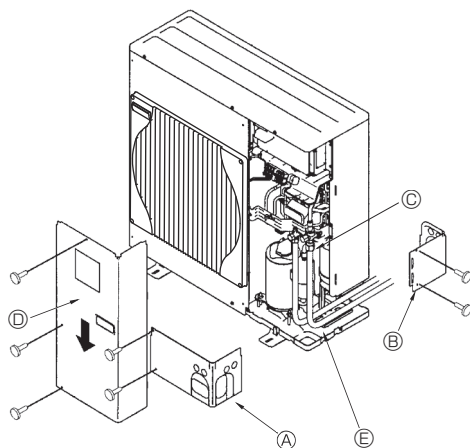

Fig. 4-3 Ⓐ Передняя крышка трубопровода
4.3. Прокладка труб хладагента (Fig. 4-3)